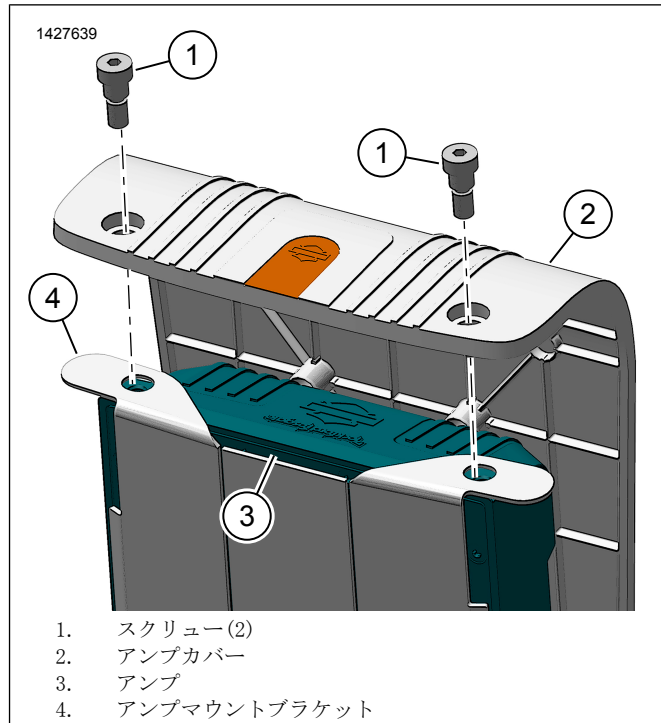

図9。アンプカバー
8. 図9を参照してください。アンブカバー(2)を取り付けます。